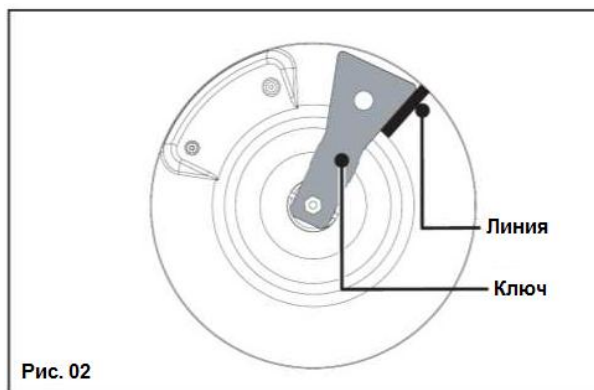

Рис. 02
- Для обеспечения герметичности соединения между корпусом прибора и столешницей, перед установкой варочной панели наклейте пенный уплотнитель по периметру ее корпуса (рис. 02).
Используйте отверстия, предназначенные для крепления, в соответствии с рисунком выше (Рис. 02).
- **Подключение посредством усиленного резинового шланга с механическими резьбовыми соединителями** (соответствующего стандарту NF D 36-112); срок службы такого шланга – 10 лет (Рис. 02).
- *Не используйте посуду с вогнутым или выгнутым дном (Рис. 02).*